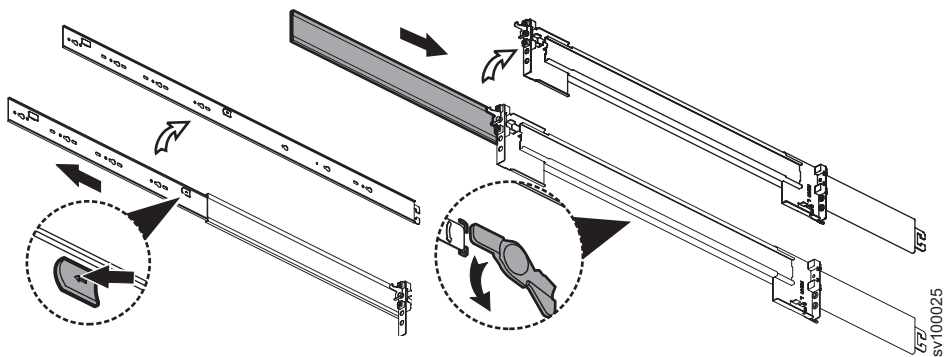

Figura 22. Desconectar la sección del riel interno
3. Desconecte la sección interna de un riel de tres partes, como se muestra en Figura 22 en la página 22.